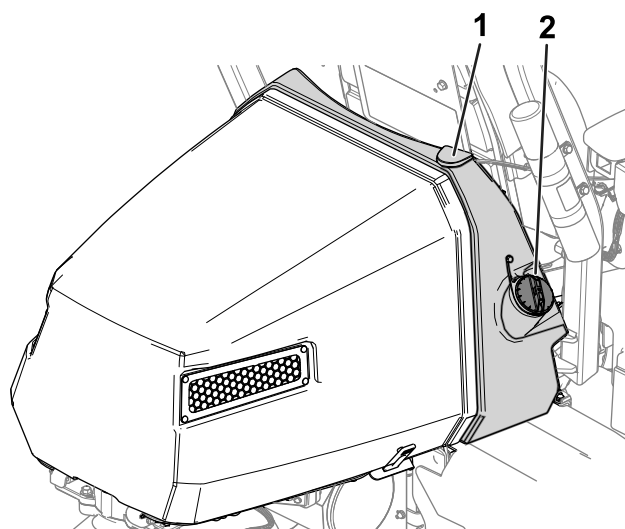

Figura 27
2. Limpie alrededor del tapón del depósito de combustible y retírelo (Figura 27).